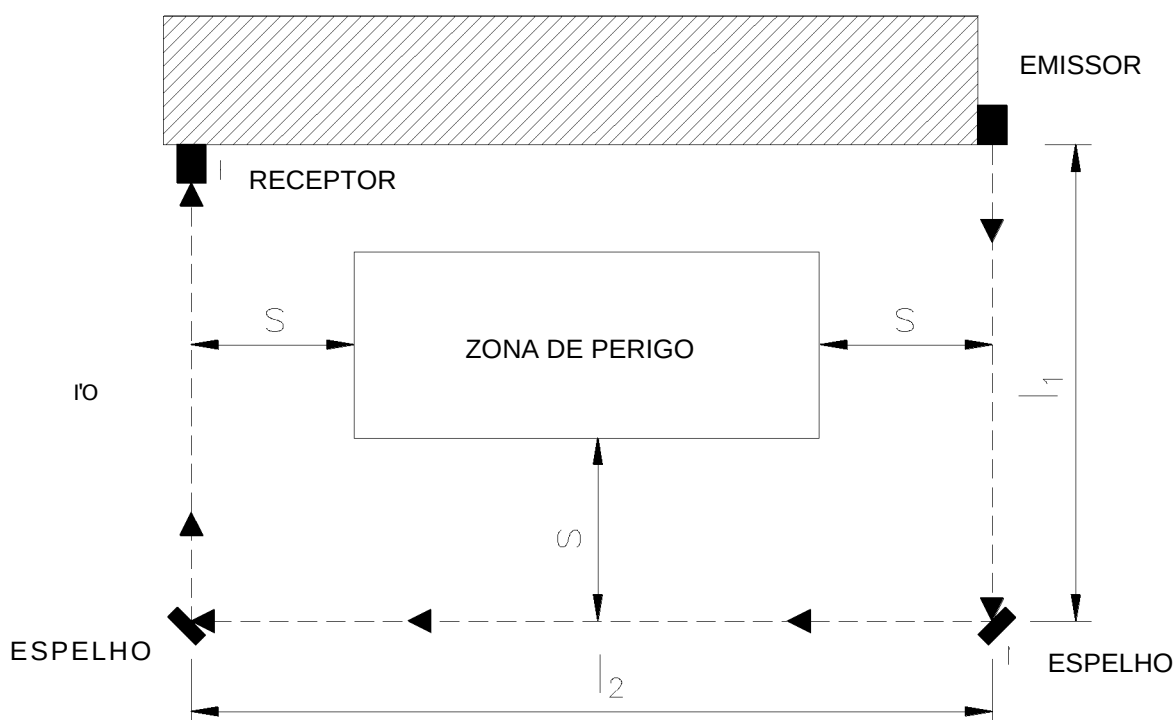

Figura 7 - Espelhos refletores
- Posicione os espelhos respeitando a distância mínima de segurança **S** (Figura 7) de cada lado de acesso à área de perigo.